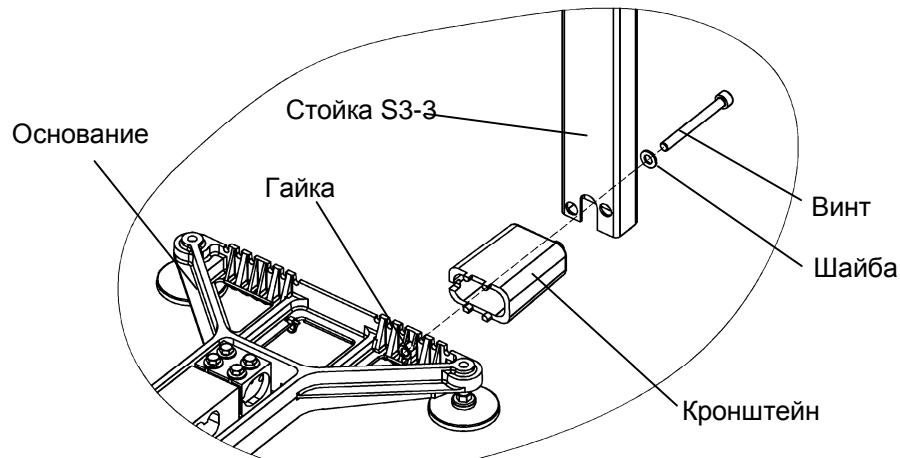

Рисунок 6.3 - Крепление стойки к основанию весовой платформы TB-S\_P3
- протянуть кабель весовой платформы через кронштейн и стойку (см. рис.6.3);